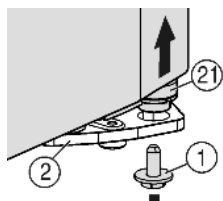
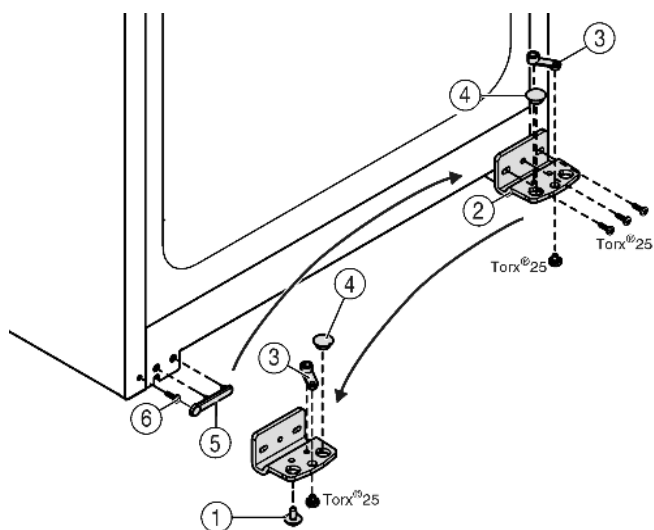

Fig. 4
Fig. 5
- ▶ Dévisser la vis de blocage du support d'appui *Fig. 4 (1)* en bas à droite.
- ▶ Le pivot d'appui *Fig. 4 (21)* se desserre du support d'appui *Fig. 5 (2)*.
- ▶ Si le pivot d'appui *Fig. 4 (21)* ne se desserre pas, chasser le support par le bas.
- ▶ Dévisser le support d'appui *Fig. 5 (2)*.
- ▶ Dévisser l'élément pivotant *Fig. 5 (3)* et le permuter dans le trou opposé du support d'appui, revisser à fond.
- ▶ Retirer le bouchon *Fig. 5 (4)* du support d'appui et le placer dans le trou du côté opposé au support d'appui.
- ▶ Retirer le cache *Fig. 5 (5)* côté poignée avec précaution.
- ▶ Retirer la vis *Fig. 5 (6)* et la revisser sur le côté opposé.
- ▶ Remettre en place le cache *Fig. 5 (5)*.
- ▶ Revisser le support d'appui *Fig. 5 (2)* sur le nouveau côté charnière, en utilisant une visseuse sans fil si nécessaire, avec un couple de serrage de **4 Nm**.
- ▶ Visser la vis d'arrêt *Fig. 4 (1)* en bas dans le pivot d'arrêt et la serrer à fond (**avec 4 Nm**).